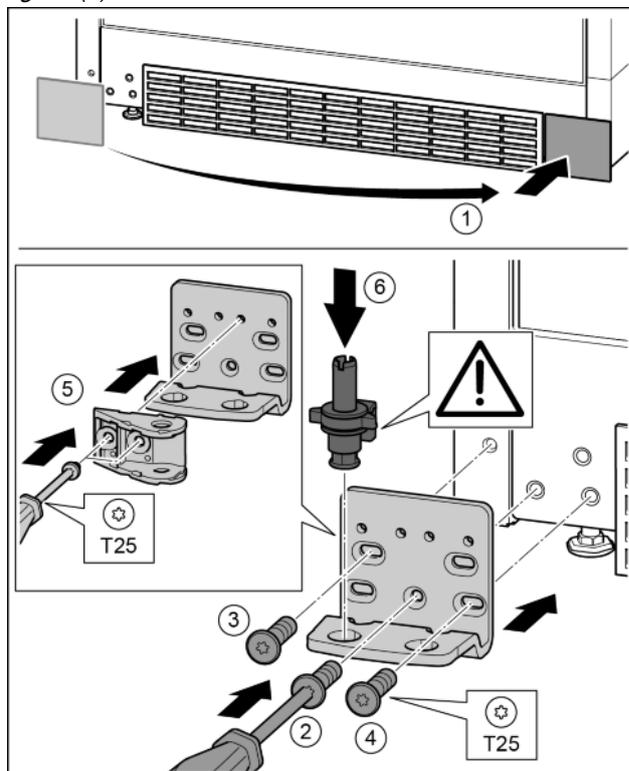

Fig. 34
- ▶ Skinite pokrov i postavite ga na drugoj strani. Fig. 34 (1)
- ▶ Postavite podložak ležaja na drugoj strani i zavijte pomoću odvijača T25. Započnite s vijkom 2 dolje u sredini. Fig. 34 (2)
- ▶ Pritegnite vijak 3 i 4. Fig. 34 (3, 4)
- ▶ Okrenite spojni element prigušivača zatvaranja za 180°. Na drugoj strani podloška ležaja zavijte pomoću odvijača T25. *Fig. 34 (5)*
- ▶ Kompletno umetnite podložak ležaja. Pri tome pazite da je ispuščenje za blokiranje okrenuto prema otraga. *Fig. 34 (6)*